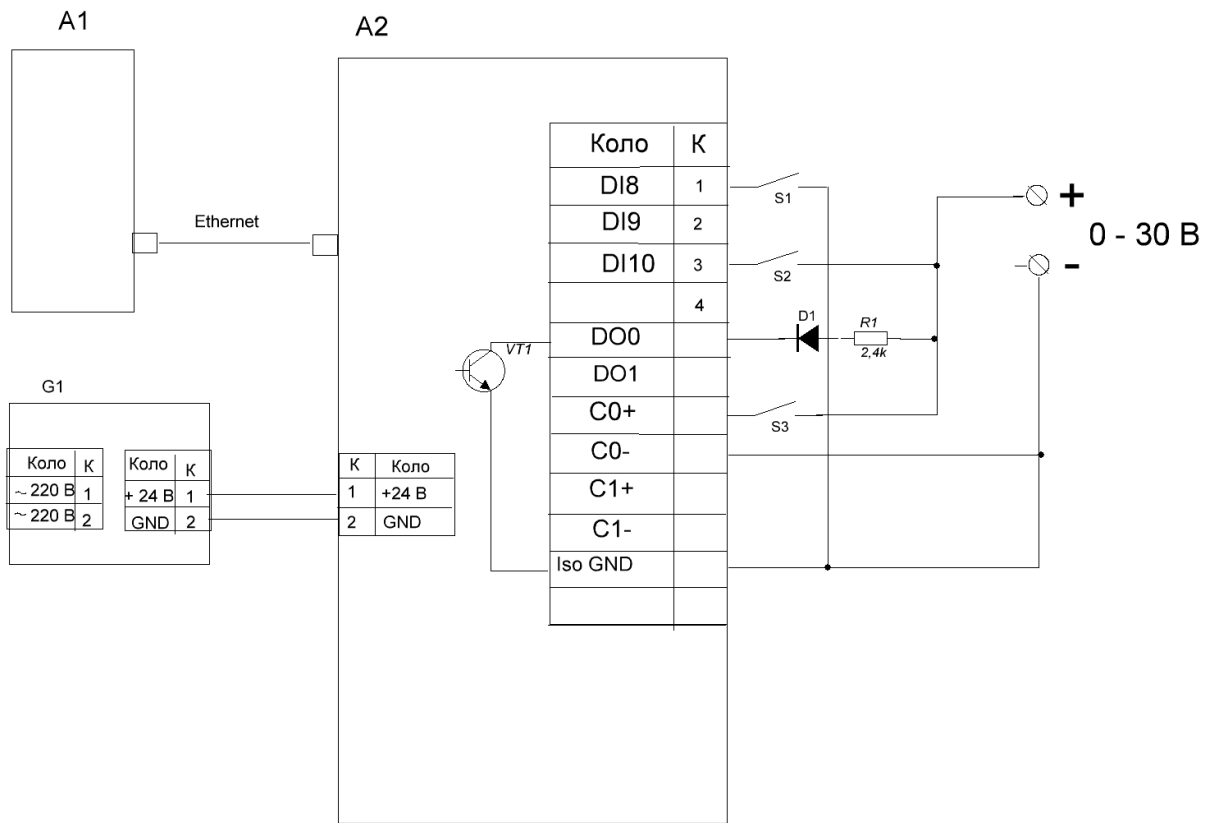

Рис. 3.5. Схема лабораторної установки:
Лабораторна установка (рис. 3.5) містить персональний комп'ютер (A1), до якого за мережею Ethernet підключено модуль ADAM-6051.
3.3.1. Зібрати експериментальну установку за схемою (рис. 3.5).